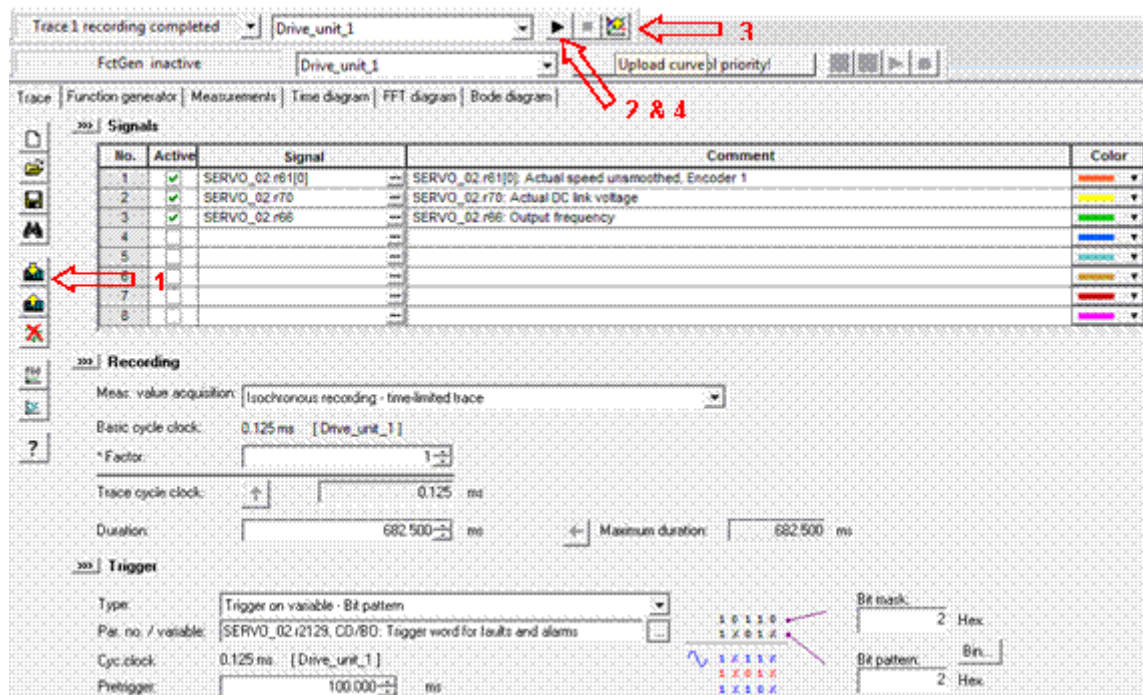

图 4. 设置离线 Trace
(1) 在根据上述内容设置完 Trace 相关功能后，单击 ，见图 4，下载 Trace 功能设置；离线后即可正常运行设备。
(2) 单击 ，激活 Trace 功能。
(3) 当触发 Trace 功能的相关故障发生后，可以 STARTER 再次在线，单击上载 Trace 曲线。